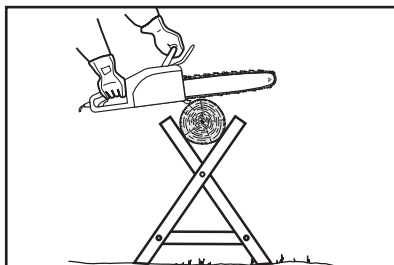

Fig. 34
5. Coloque pequenos troncos sobre uma estrutura de corte ou sobre outro tronco durante o corte transversal (Fig. 34).